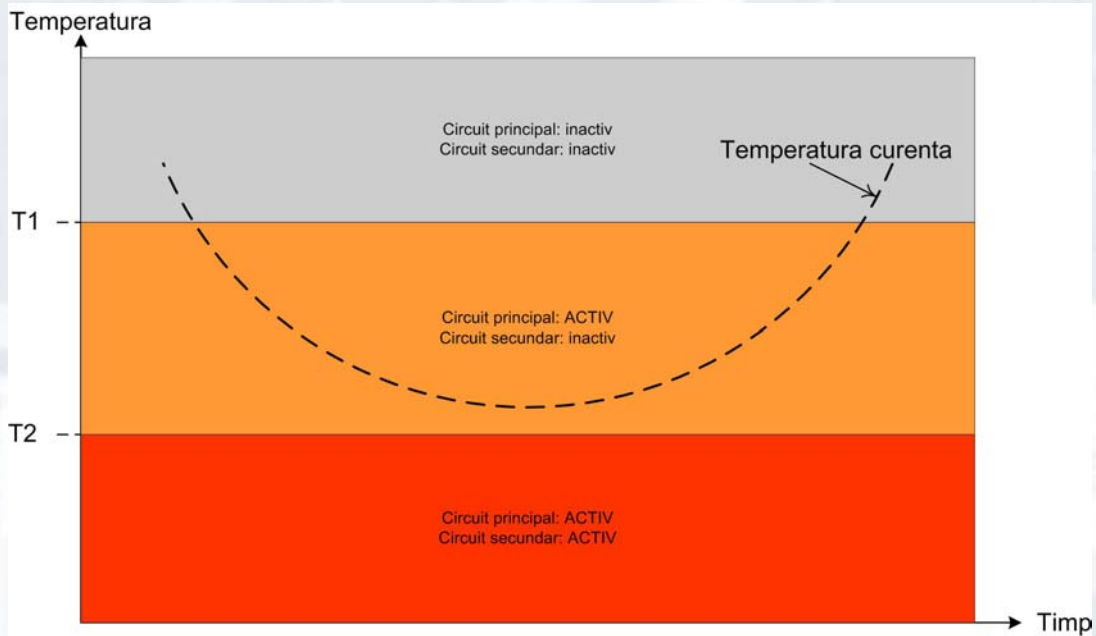

Fig. 2
- daca temperatura coboara intre cele doua praguri, circuitul principal intra in functiune si produce incalzirea pardoselii (Fig. 2);